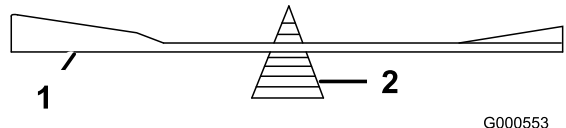

Figura 77
2. Verifique el equilibrio de la cuchilla colocándola sobre un equilibrador de cuchillas (Figura 77).